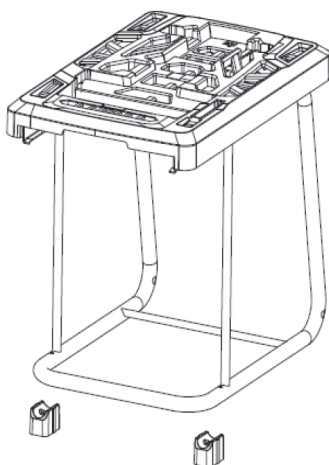

Рис. 4
2. Установите опорные накладки на раму и закрепите их двумя винтами (Рис. 4).